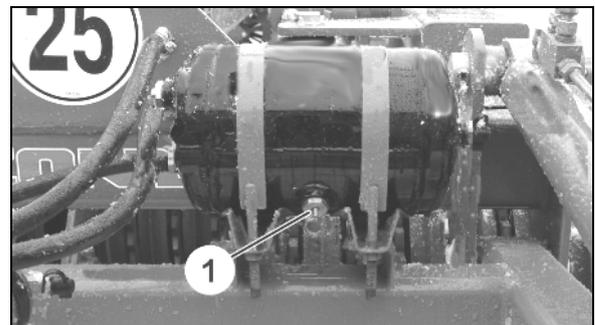

Fig. 35
1. Beide Abdeckbleche (Fig. 35/1) an der Innenseite der Bremstrommel abschrauben.
Eingedrungener Schmutz kann sich auf den Bremsbelägen (Fig. 35/2) absetzen und dadurch die Bremsleistung wesentlich verschlechtern.